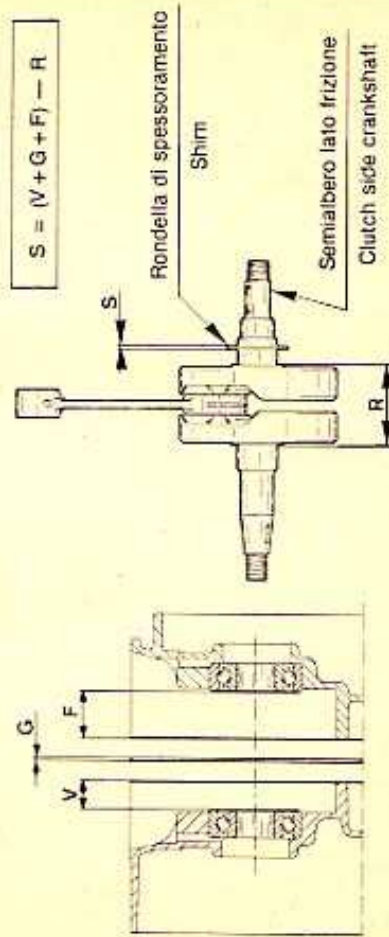

FIG. 22 Imbiellaggio Crankshaft assy
- 3) In caso di sostituzione, rilevare la distanza dei rasamenti sia sull'imbiellaggio che sui due semicarter (compresa la guarnizione centrale) e compensare la differenza con una rondella di spessoramento che annulli completamente il gioco assiale (fig. 22).